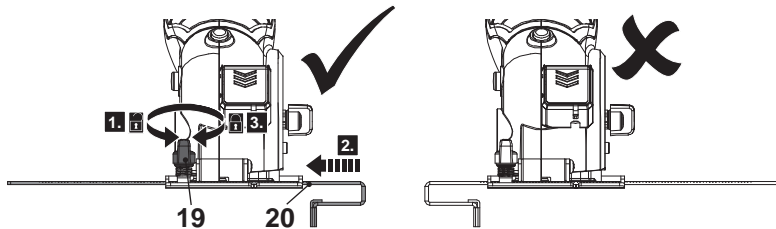

Fig. 4
1. Afloje la perilla de fijación de la guía paralela (19) en sentido contrario a las agujas del reloj (Fig. 4, paso 1).
2. Alinee la guía paralela (20) con la ranura e insértela sólo desde el lado izquierdo de la herramienta (Fig. 4, paso 2).
4. Fije la guía paralela (20) en su posición apretando la perilla de fijación de la guía paralela (19) en el sentido de las agujas del reloj (Fig. 4 paso 3).